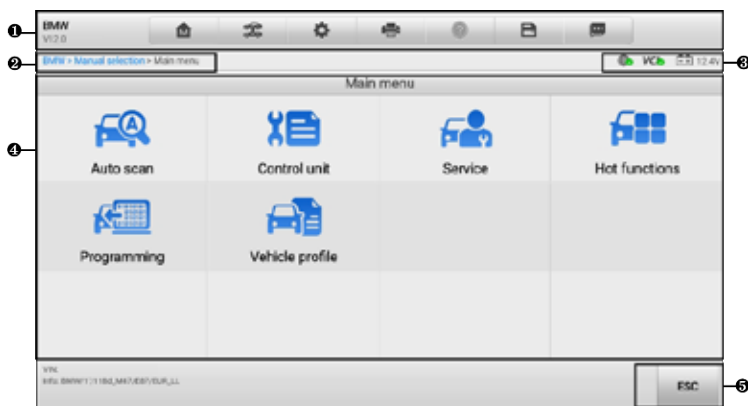

Abbildung 4-5 Hauptmenü-Bildschirm
Der Hauptmenü-Bildschirm (siehe Abbildung 4-5 Hauptmenü-Bildschirm) navigiert den Benutzer zum Lesen von Codes, zum Löschen von Codes oder zum Ausführen umfassender Fahrzeugdiagnosefunktionen und so weiter. Nachdem die Funktion ausgewählt wurde, stellt das Tablet eine Kommunikation mit dem Fahrzeug über das VCI-Gerät her und ruft das entsprechende Funktions- oder Auswahlmenü auf, das auf Ihrer Auswahl basiert.
1. Tippen Sie auf die Schaltfläche der Diagnoseanwendung im MaxiSys Auftragsmenü. Wählen Sie die entsprechenden Fahrzeuginformationen und rufen Sie den Hauptmenübildschirm auf. (Siehe Abbildung 4-5 Hauptmenü-Bildschirm.)